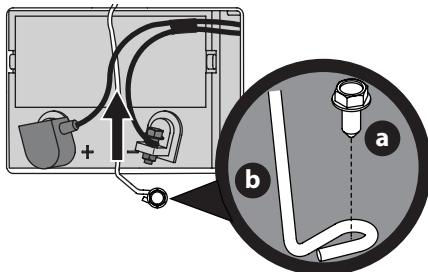

Figura 15
- Extraiga el tornillo de cabeza hexagonal con arandela (a) que sujetla la barra de sujeción de la batería al marco (b). Luego levante la barra de sujeción (b) de la batería para liberar la batería (Figura 15).